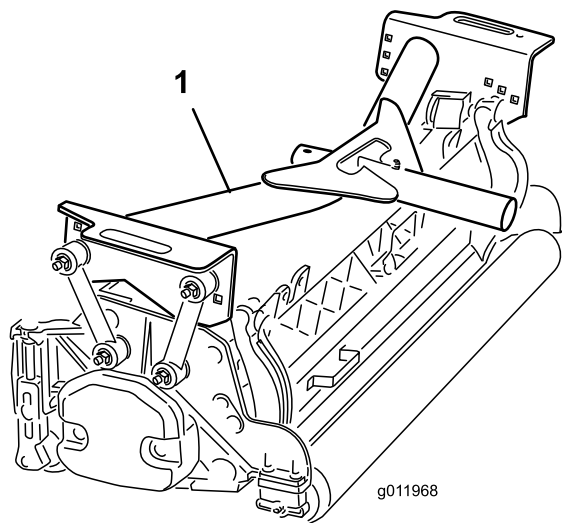

図 16
- 前キャリア・フレーム (図 16) を各前カッティングユニットに載せる。